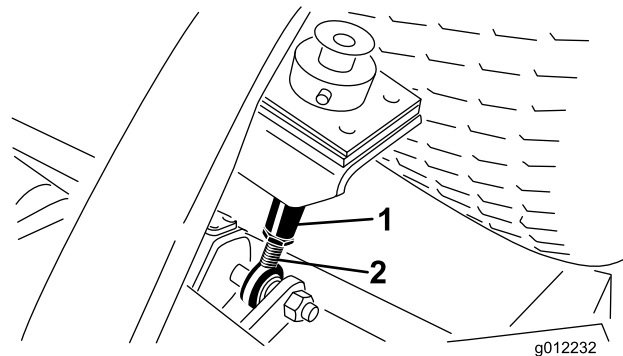

Bild 17
6. Lösen Sie die Klemmmuttern unten an den Schnitthöhenstangen (Bild 17).